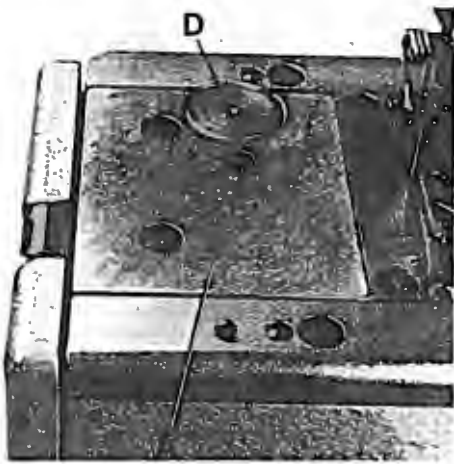
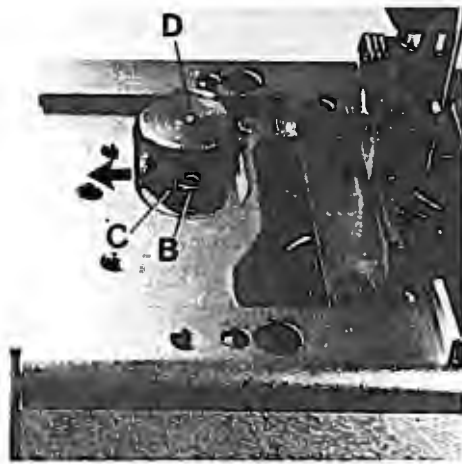
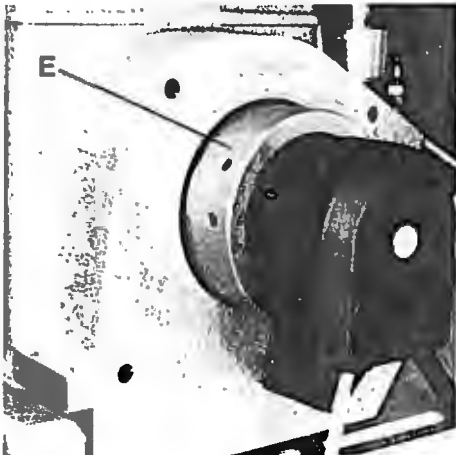

Fig.9
Fig.10
Fig.11
Before the machine leaves the factory, the stitch length change mechanism is locked. After removing cover (A, Fig. 9) and loosening screw (B, Fig. 10) lever (C) can be swung in the direction of the arrow to the left to unlock the stitch length change mechanism. The required hexagon socket wrench is a component of the machine accessories.
Vor dem Versand der Maschine wird die Stichlängenverstellung blockiert. Entfernt man den Deckel (A, Fig. 9) und löst die Schraube (B, Fig. 10), kann der Hebel (C) in Pfeilrichtung nach links geschwenkt werden und die Arretierung der Stichlängenverstellung ist aufgehoben. Der benötigte Sechskantschraubendreher ist im Zubehör der Maschine enthalten.
The stitch length is changed by slightly pressing stop bolt (D, Figs. 9 and 10) and simultaneously rotating pulley (E, Fig. 11). Within one revolution of the pulley stop bolt (D, Fig. 9) engages and the stitch length change starts. Rotating pulley clockwise shortens the stitch, rotating it counterclockwise increases the stitch.
Die SticHLänge wird durch leichtes Drücken auf den Rastbolzen (D, Fig. 9 und 10) und gleichzeitiges Drehen der Handrad-Riemenscheibe (E, Fig. 11) eingestellt. Nach spätestens einer Umdrehung der Handrad-Riemenscheibe rastet der Rastbolzen (D, Fig. 9) ein und die Stichverstellung beginnt. Drehen der Handrad-Riemenscheibe im Uhrzeigersinn verkleinert den Stich, drehen im Gegenuhrzeigersinn vergrößert ihn. Nach dem Einstellen der gewünschten SticHLänge kann, wenn notwendig, die SticHLängenverstellung wieder blockiert werden. Montieren Sie den Deckel wieder.